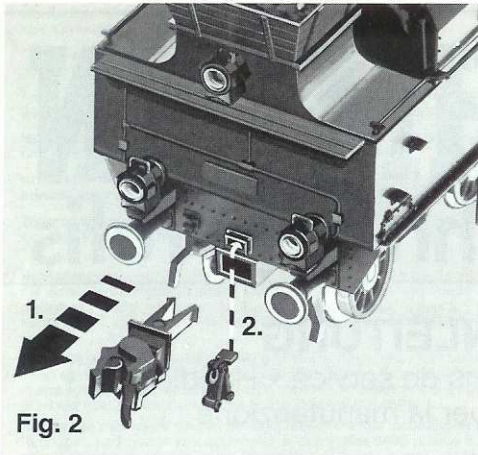

Fig. 2
Eventuell mit etwas Klebstoff befestigen (Fig. 2 und 3).
2. Insert the alternative coupling gear. Secure in position with plastic glue (fig. 2 and 3).
2. Intégrer à leur place les attelages fictifs. Eventuellement les fixer au moyen d'une goutte de colle (fig. 2 et 3).
De automatische **FLEISCHMANN PROFI**-koppelingen kunnen vervangen worden door de bijgevoegde imitatiekoppelingen. Daartoe dient men de **FLEISCHMANN PROFI**-koppeling te verwijderen en de imitatiekoppeling in de daarvoor bestemde uitsparing te monteren. Bij de bevestiging kan eventueel iets lijm worden gebruikt (fig. 2 en 3).
2. Attrappen stikkes ind i slidsen. Fastgøres evt. Med lidt lim (Fig. 2 og 3).
2. Innestare le imitazioni nelle apposite rientranze. Eventualmente fissarle con un po' di adesivo (fig. 2 e 3).